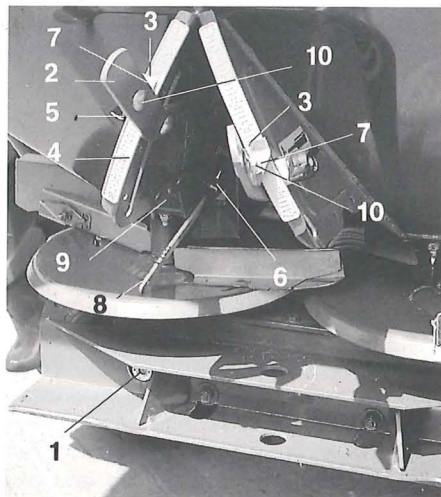

Fig. 9.2
- Instelmaat in de doorlaat opening insteken en door stopgreep (fig.9.2/4) achter de geleideplaat (fig.9.2/5) vastklemmen.
- Stelhendel (fig.9.2/2) tegen doseerschuiten zwenken en met vleugelbouten (fig.9.3/3) arreteren.